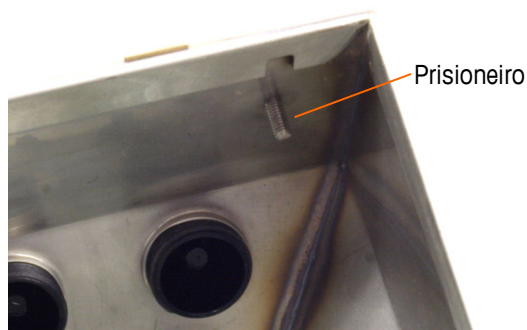

Figura 2-10: Prisioneiro para fixação de painel dianteiro invertido
4. Gire com cuidado a parte traseira do gabinete em 180 graus e fixe novamente as fitas de aterramento aos dois prisioneiros próximos das buchas de fixação que foram removidas na etapa anterior. A Figura 2-10 mostra um dos prisioneiros. Aperte as duas porcas.